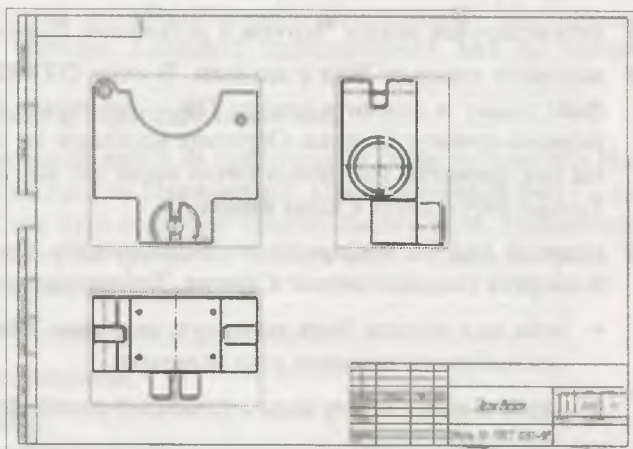

Рис. 24.4. Три стандартных вида модели **Захват**
- ♦ задайте точку привязки. Для этого укажите положение точки в графической области. Создание стандартных видов завершено (рис. 24.4). В графической области появилось изображение видов, а в **Дереве** чертежа — пиктограммы видов и их названия. Сохраните данный чертеж под именем **Захват**. Обратите внимание, что система автоматически поставила осевые линии отверстий.